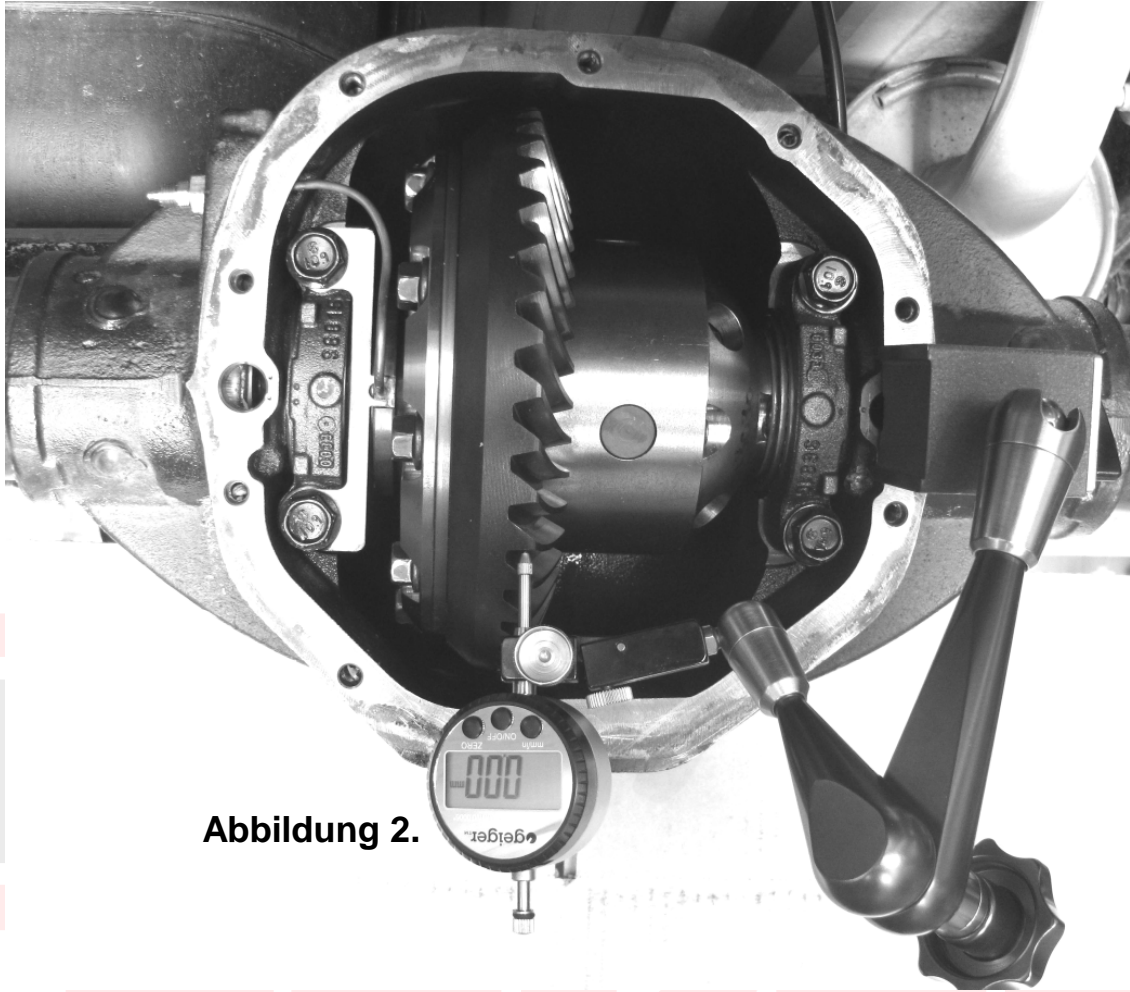

Abbildung 2.
- Platzieren Sie eine Messuhr an einem der Tellerradzähne (siehe Abb. 2.).
- Messen Sie die Stärke der Original-Distanzscheiben, die Sie vom Differentialkorb abgenommen haben (bezeichnet als 'B' in Abbildung 2.) und halten Sie dieses Messergebnis als 'B' fest.